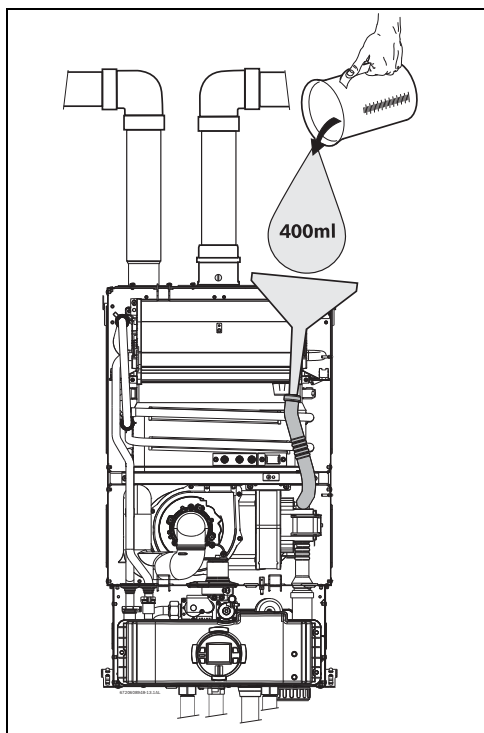

Fig. 60 Llenado del depósito de agua después de la instalación
- ▶ Llenar el depósito de aguas condensadas con aproximadamente 400ml de agua a través del tubo de condensados. Para evitar daños en el aparato utilice un embudo en la extremidad del tubo (consultar Fig. 60).
- ▶ Colocar la caja electrónica en la posición de "Mantenimiento", encajando las aletas en los orificios de la chapa metálica inferior de la caja estanca (consultar Fig.60).